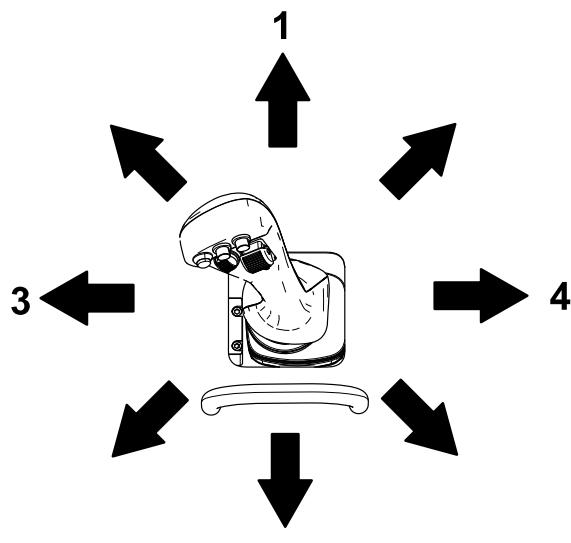

Figura 18
- Para inclinar el accesorio hacia adelante, mueva lentamente la palanca a la derecha (Figura 18).
- Para inclinar el accesorio hacia atrás, mueva lentamente la palanca a la izquierda (Figura 18).
- Para bajar los brazos de carga, mueva lentamente la palanca hacia adelante (Figura 18).
- Para elevar los brazos de carga, mueva lentamente la palanca hacia atrás (Figura 18).